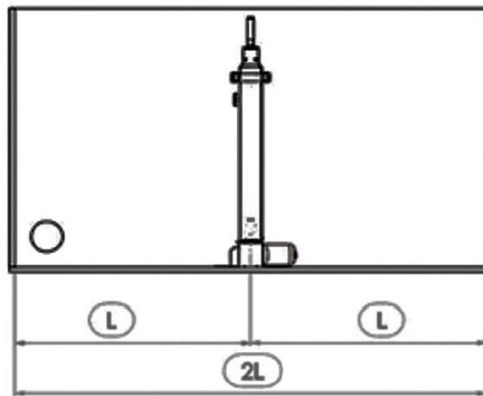

fig. 1
22. Placez la colonne au centre du meuble (fig.1).